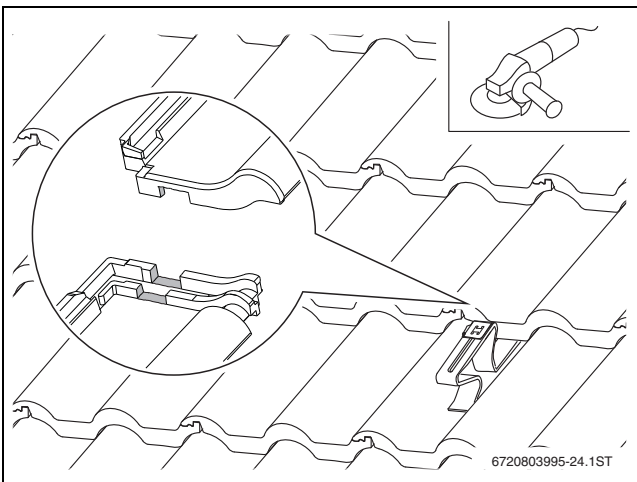

Bild 23 Dachziegel anpassen
- ▶ Auflagepunkte der Dachziegel im Bereich des Dachhakens vorsichtig entfernen (→ Bild 23).